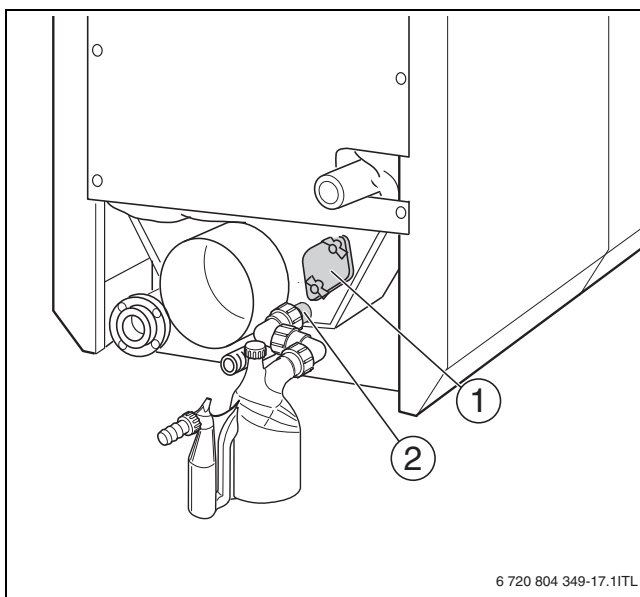

Fig. 47 Capac de curățare la colectorul de gaze arse
- ▶ Nu blocați evacuarea condensului (→ fig. 47, pagina 38) în timpul curățării.